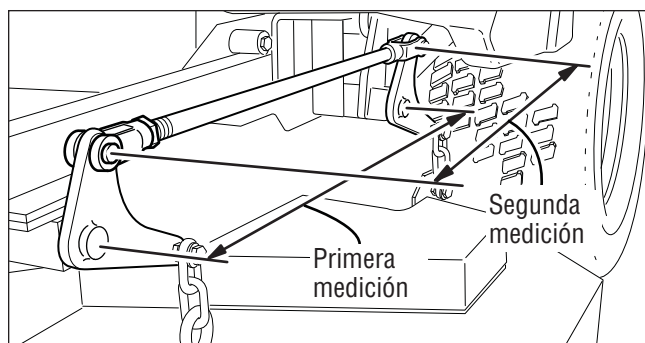

Figura 38. Revisar sincronización del brazo elevador
2. Para revisar la sincronización del brazo elevador, mida y anote la distancia entre los pivotes del elevador y del brazo. Repita la operación en el otro lado de la unidad. Vea la Figura 38.